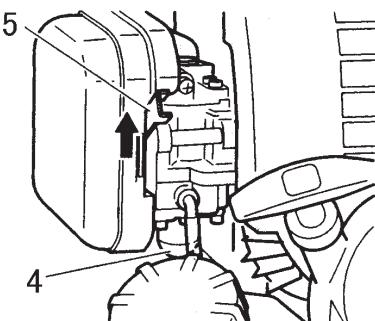

Fig. 2-3
* Push priming bulb (4) several times so that fuel flows through return pipe. (If so equipped) (Fig. 2-3)
2. With the safety trigger (2) pressed (if so equipped), pull throttle trigger and push throttle lock (3), then slowly release the throttle trigger first, then the safety trigger. This will lock the throttle in starting position.
3. Set choke lever to CLOSED position (5). (Fig. 2-3)
* Presser la poire d'amorçage (4) à plusieurs reprises pour que le carburant puisse s'é couler de la poire dans le tuyau de retour. (Si la machine en est munie) (Fig. 2-3)
2. Tout en appuyant sur le blocage de gâ chette d'accélérateur (2) (s'il en est muni), tirer sur la commande d'accélérateur et pousser le blocage d'accélérateur (3). Relâcher ensuite lentement la commande d'accélérateur en premier, puis le blocage de gâchette d'accélérateur. Ceci verrouillera le papillon de commande des gaz sur la position de démarrage.
3. Régler la manette d'étranglement sur la position CLOSED (5). (Fig. 2-3)
* Premere ripetutamente il bulbo (4) della pompa di adescamento per far affluire la miscela al carburatore attraverso il tubo di ritorno. (se la macchina ne è fornita) (Fig. 2-3)
2. Premendo sul salvavita (2) (se la macchina ne è fornita), tirare la leva dell'acceleratore e premere il pulsante di bloccaggio acceleratore (3), quindi rilasciare lentamente prima la leva dell'acceleratore e poi il salvavita. La leva dell'acceleratore rimane così bloccata in posizione di avviamento.
3. Chiudere l'aria portando la leva nella posizione CLOSED (5). (Fig. 2-3)
- *. Die Ansaugpumpe (4) mehrmals betätigen, damit Kraftstoff durch das Rückluftrohr fließt. (falls vorhanden) (Fig. 2-3)
2. Bei gedrücktem Sicherheitshebel (2) (falls vorhanden) den Gashebel anziehen und dann die Drosselklappensperre (3) drücken. Danach langsam zuerst den Gashebel, dann den Sicherheitshebel loslassen. Dadurch wird die Drosselklappe in Startposition arretiert.
3. Den Choke in Schließstellung CLOSED schieben (5). (Fig. 2-3)
- * Empujar varias veces el bulbo cebador (4) de manera que el combustible fluya a través de la tubería de retorno. (Si está provisto) (Fig. 2-3)
2. Con la traba de seguridad (2) presionada (si esta provista), tirar de la palanca del acelerador y empujar el bloqueo del acelerador (3), luego liberar rápidamente el acelerador y la traba de seguridad. Así quedará bloqueado el acelerador en la posición de arranque.
3. Poner la palanca del estrangulador en la posición cerrada CLOSED (5). (Fig. 2-3)
- * Pumpa på handpumpens blåsa (4) tills bränsle strömmar in i returledningen. (om sådan finns) (Fig. 2-3)
2. Med avtryckaren (2) nedtryckt (om sådan finns) skall du dra gasreglaget och trycka på gasregleringsläset (1). Släpp därefter först gasreglaget sakta och sedan avtryckaren (2). Detta gör att gasreglaget blir låst i startläget.
3. Skjut chokereglaget till stängt läge CLOSED (5). (Fig. 2-3)